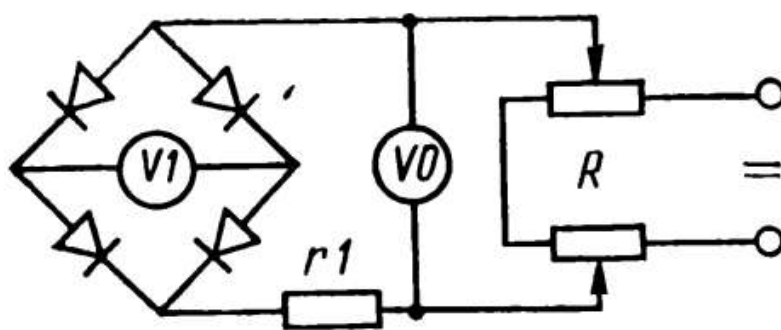

Рис. 3.
1. Пользуясь формулами (4), (6), (7), (8), рассчитать необходимые средние значения E_{cp1} и E_{cp2} для определения кривой намагничивания образцов.
2. Произвести градуировку шкал вольтметров на постоянном токе по пределам, рассчитанным в п. 1, в единицах индукции по схеме рис. 3.